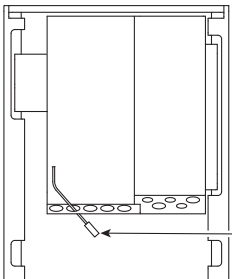
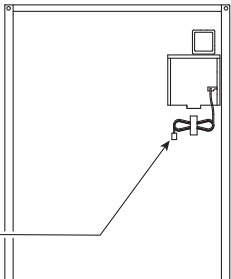

Рис. 3.1.8
Рис. 3.1.9
- При заводской настройке, кабель основного пульта управления (Рис. 3.1.8) на основном блоке не подключен к разъему (Рис. 3.1.9) на передней панели. После завершения установки и электромонтажных работ на месте подключите кабель основного пульта управления к разъему и затем включите электропитание.